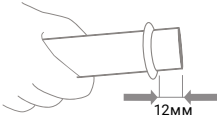

Рис. 8
6. Установите уплотнительное кольцо на открытый конец кварцевой трубки, на расстоянии 12 мм от края (рис. 8).